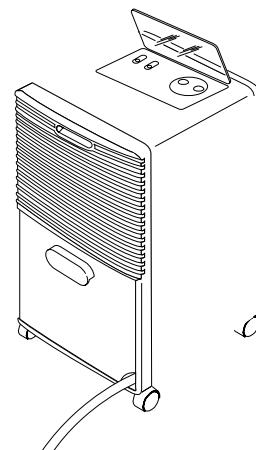

Fig. 3
- 5) Reinserir el depósito.(Fig.3)